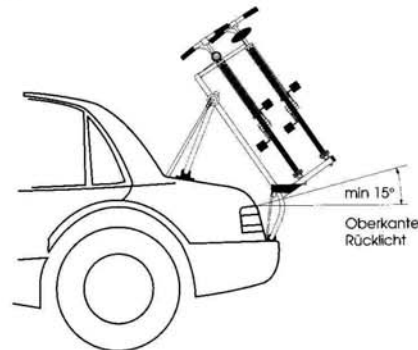

Abb. 7
7. Bei auch nur teilweiser Verdeckung von lichttechnischen Einrichtungen und/oder des amtlichen Kennzeichens durch das Hecktragesystem oder die mitgeführte Ladung, sind die entsprechenden Einrichtungen zu wiederholen. Beachten Sie Abb. 7.